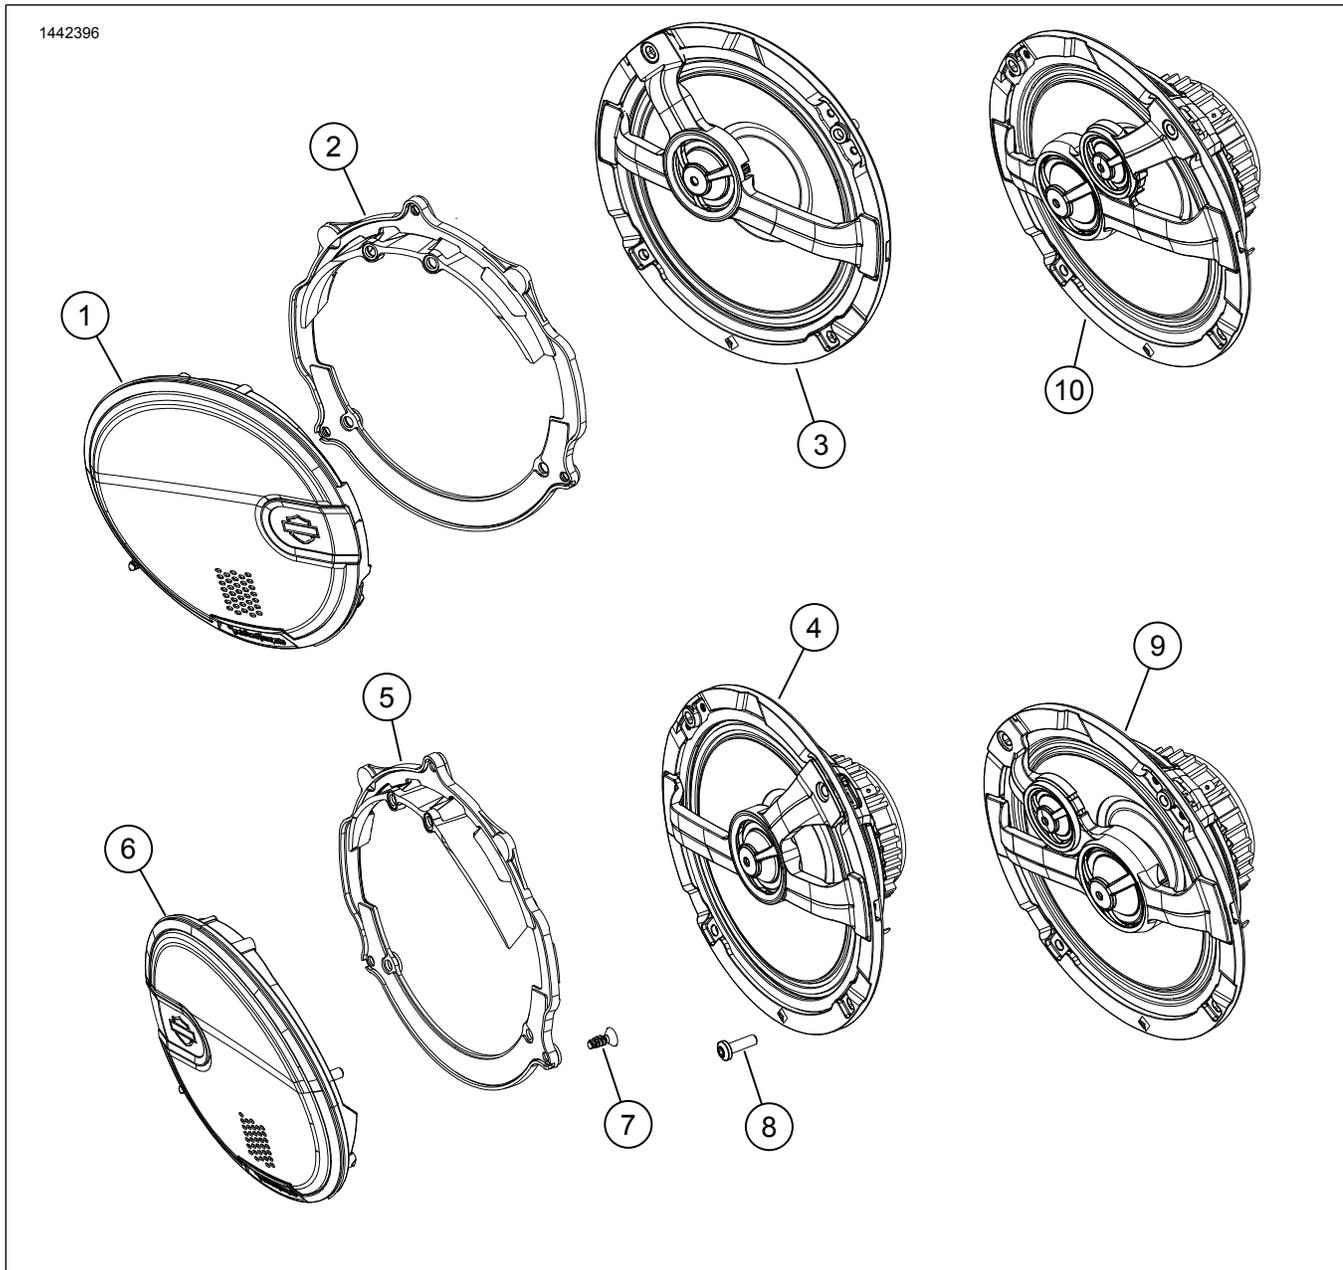

図4。交換用パーツ、Front Fairing Speaker Kit (フロントフェアリングスピーカーキット) のBOOM! オーディオ6.5
「図4」を参照。新品のスピーカーグリルは左右が決まっています。バーとシールドのロゴは、インボードに向けられています。
1. 図4を参照してください。正しいスピーカーグリルアセンブリ(1または6)を取り付けます。
2. 図4を参照してください。スピーカー(3、4、または9、10)をエンクロージャに取り付けます。